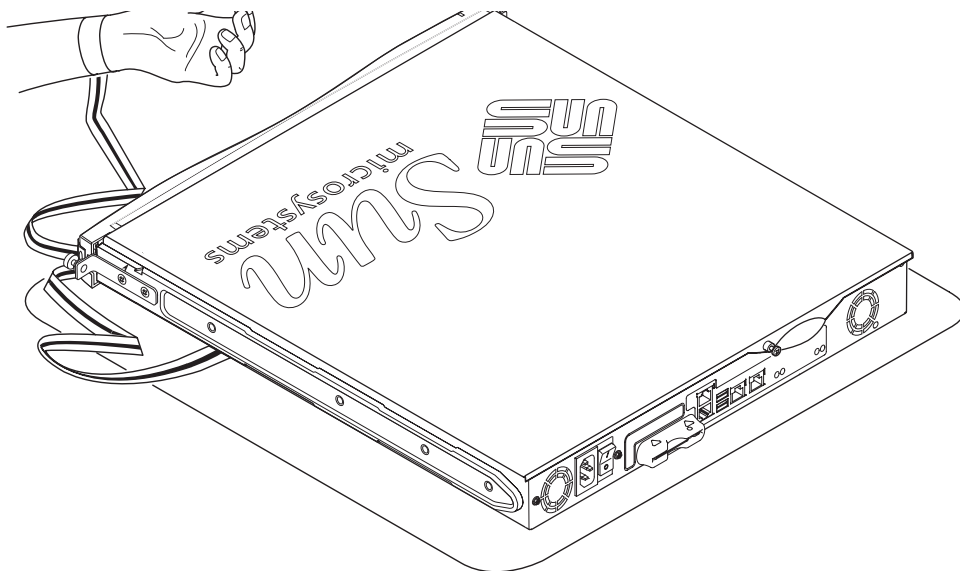

FIGURA 8-2 Uso delle fascette da polso antistatiche monouso fornite con il sistema
Attenzione – Il sistema contiene parti elettroniche estremamente sensibili all'elettricità statica. Non toccare le parti metalliche. Collocare il sistema su un tappetino di protezione da scariche elettrostatiche (vedere FIGURA 8-2). Utilizzare le fascette da polso antistatiche monouso fornite e collegarle alla base metallica del sistema prima di toccare qualsiasi componente interno.
1. Collocare l'unità su una superficie di protezione da scariche elettrostatiche e collegare una fascetta da polso antistatica (vedere FIGURA 8-2).